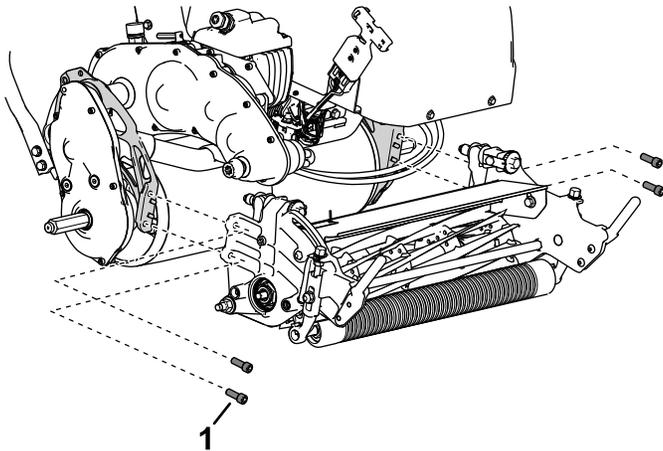

**Bild 40**
3. Entfernen Sie den Spindeltrieb vom Mähwerk (Bild 40) und behalten Sie die Befestigungselemente auf.